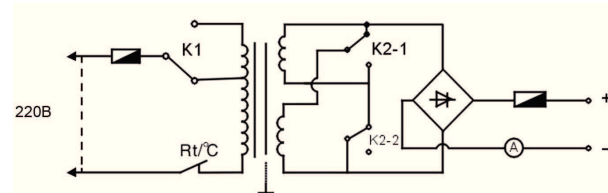

рис. 2
10.3 После окончания очистки зарядного устройства от пыли, верните кожух на место и хорошо закрутите все крепёжные винты. Электрическая схема представлена на рис. 2.